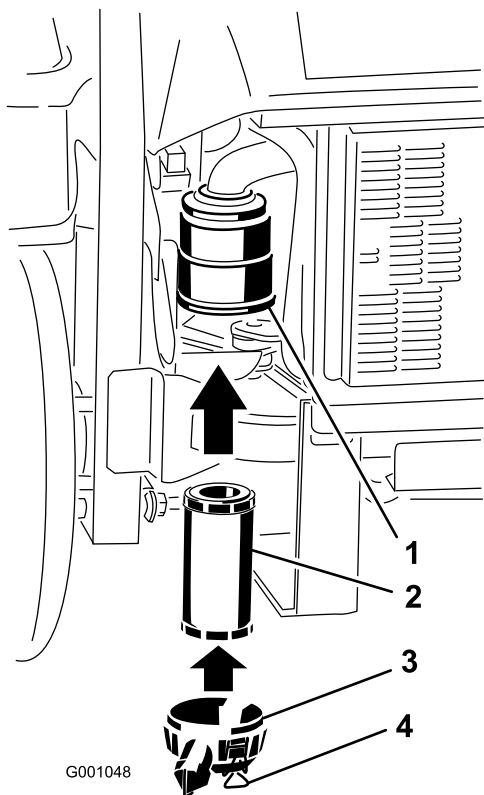

Bild 31
2. Schieben Sie den Filter vorsichtig in das Gehäuse (Bild 31). Stellen Sie sicher, dass dieser einwandfrei einliegt, indem Sie beim Einbauen auf den äußeren Rand des Filters drücken.
3. Bringen Sie die Luftfilterabdeckung an und befestigen Sie die Riegel (Bild 31).